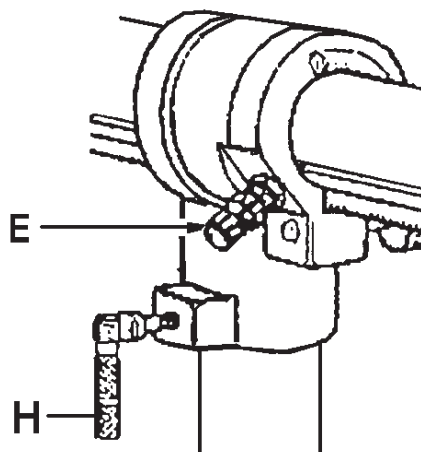

Рис.5
- Сверлильная головка может быть повернута на 45° вправо (R) и на 90° влево (L).
- Для поворота на 90° вытащите фиксирующий штифт (E, Рис. 5) и выверните его.
(H, Рис. 5).